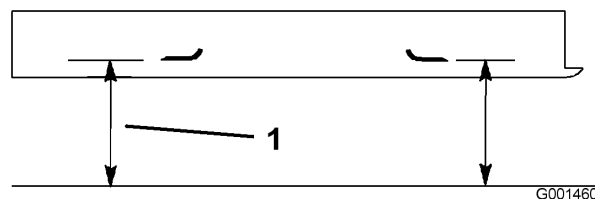

Figure 57
2. Mesurez la distance entre une surface plane et le tranchant (position A) des lames (Figure 57) et notez cette valeur.